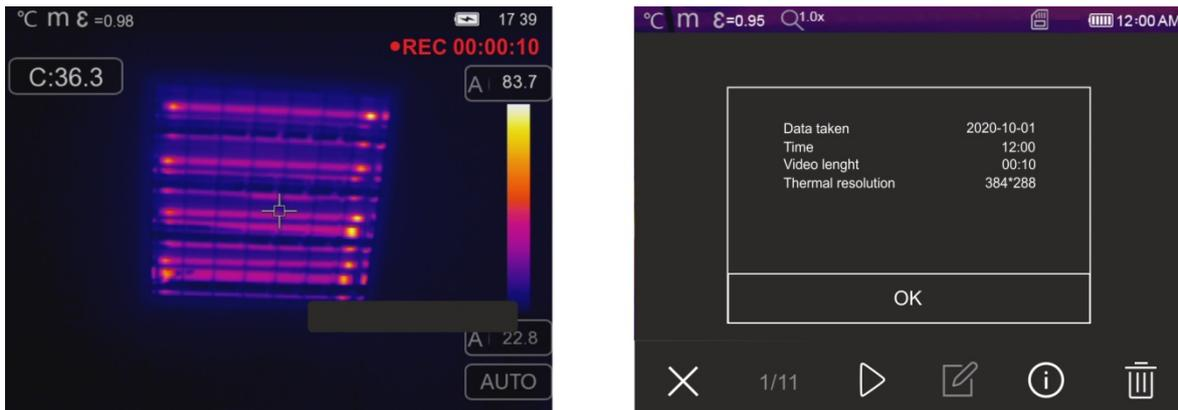

Fig. 46: Gravação de vídeo IR
3. Clique em ou para definir simultaneamente os valores de temperatura associados aos níveis alto e baixo em etapas de 0,1 ° C (ver Fig. 46 - lado esquerdo)
5. Clique em ▼ ou ▲ para definir o valor da temperatura associado ao nível alto em etapas de 0,1 ° C (ver Fig. 46 - parte central)
7. Clique em ▼ ou ▲ para definir o valor da temperatura associado ao nível baixo em etapas de 0,1 ° C (ver Fig. 46 - lado direito)